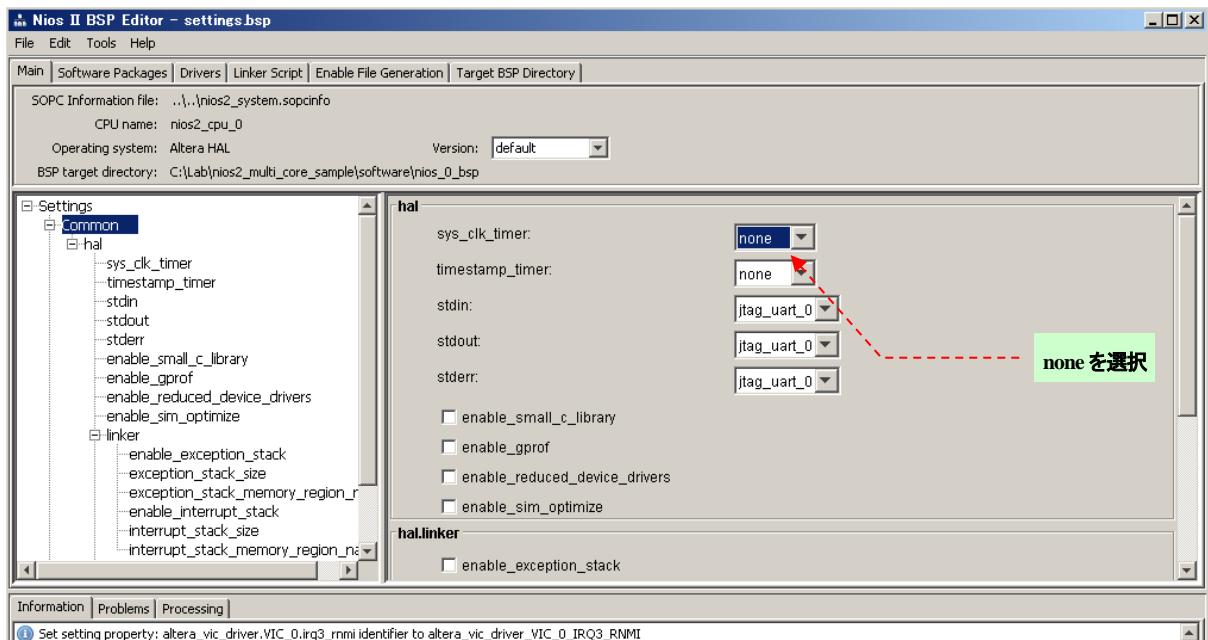

図 4-2-5
- ⑤ Project Explorer の BSP プロジェクト(nios_0_bsp の方)を選択した状態で右クリックし、Nios II ⇒ BSP Editor... を選択します。
- ⑥ Nios II BSP Editor ウィンドウが表示されたら図 4-2-5 のように Main タブの sys_clk_timer: を none に設定します。